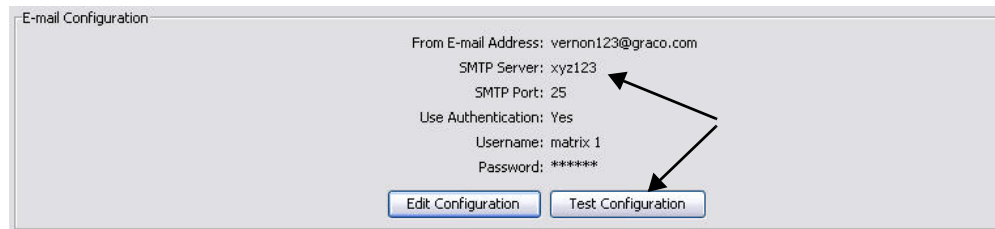

Рис. 138
1. Чтобы проверить сведения для адреса исходящих электронных писем, указанные в окне «E-mail Configuration» [Конфигурация электронной почты], нажмите кнопку «Test Configuration» [Тест конфигурации] (Рис. 138).